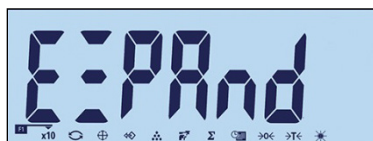
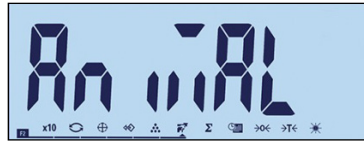

Figura 3-40 Configurar a Tecla de Função 1
Figura 3-41 Configurar a Tecla de Função 2
- As teclas de função também podem ser configuradas a partir da tela inicial. Pressione continuamente a tecla de função a ser configurada para acessar a tela configurada (Figura 3-40, Figura 3-41).
Acesse o menu F2.1.1. Use as teclas para cima e para baixo para selecionar a função exigida das opções mostradas na Tabela 3-3. O foco será alterado para indicar a função selecionada, como mostrado na Figura 3-40, onde Expandir um dígito estiver selecionada. Pressione para confirmar a seleção.
Acesse o menu F2.1.1 e use as teclas de seta para cima  e para baixo  para selecionar a função desejada. O foco será alterado para indicar a função selecionada, como mostrado na Figura 3-41, onde a Pesagem de Animais está selecionada. Pressione  para confirmar a seleção.